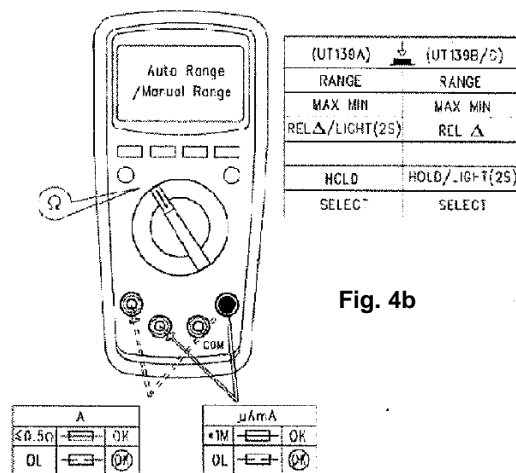

Fig. 4b
- Pentru masurarea rezistoarelor este permisa efectuarea unui test pentru verificarea sigurantelor interne ale multimetrului ( vezi fig. 4b)